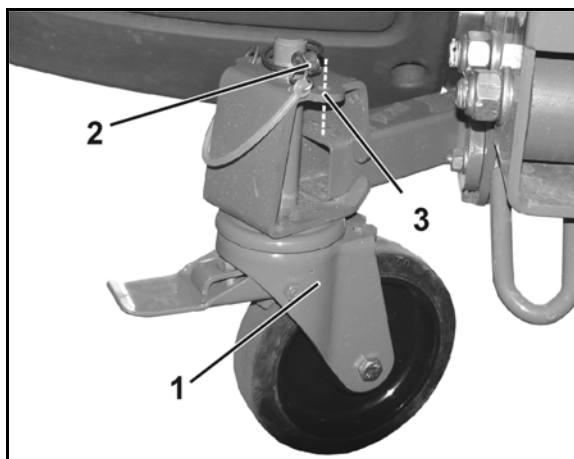

图 26
5. 可转向的前刹车轮（图 26/1）
- 安装并用制轮楔（图 26/2）固定，
不使用运输脚轮时，将制轮楔固定在停车位置（图 26/3）。